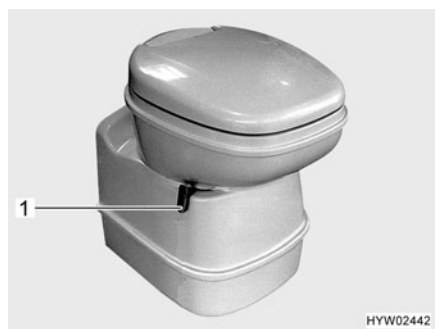
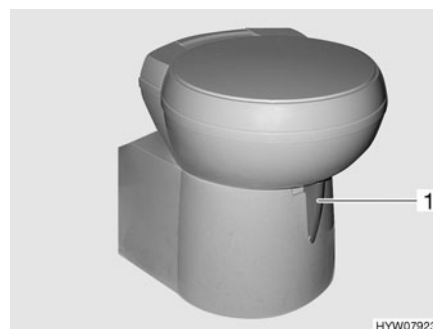

Fig. 207 Cuvette Thetford, orientable
Fig. 208 Cuvette Thetford, orientable (alternative)
- Avant d'actionner la chasse d'eau, ouvrir le curseur des toilettes Thetford. Pousser pour cela le levier du curseur (Fig. 207,1 ou Fig. 208,1) dans le sens inverse des aiguilles d'une montre.
- Pousser le levier du curseur (Fig. 207,1 ou Fig. 208,1) dans le sens des aiguilles d'une montre. Le curseur se ferme. Pour la vidange il **faudra** que le curseur des toilettes Thetford soit fermé.